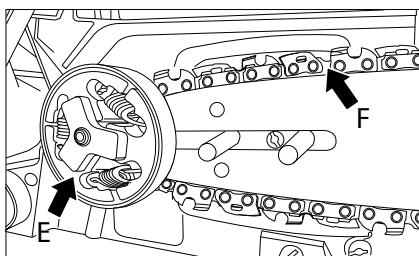

Fig. 8
6. Azionate la catena dietro la ruota dentate principale (E). Cotrollate se i collegamenti della catena tra i denti della ruota dentata sono ben posizionati (fig. 8).
7. Inserite i collegamenti nella scanalatura del pneumatico (F) alla periferia (fig. 8).